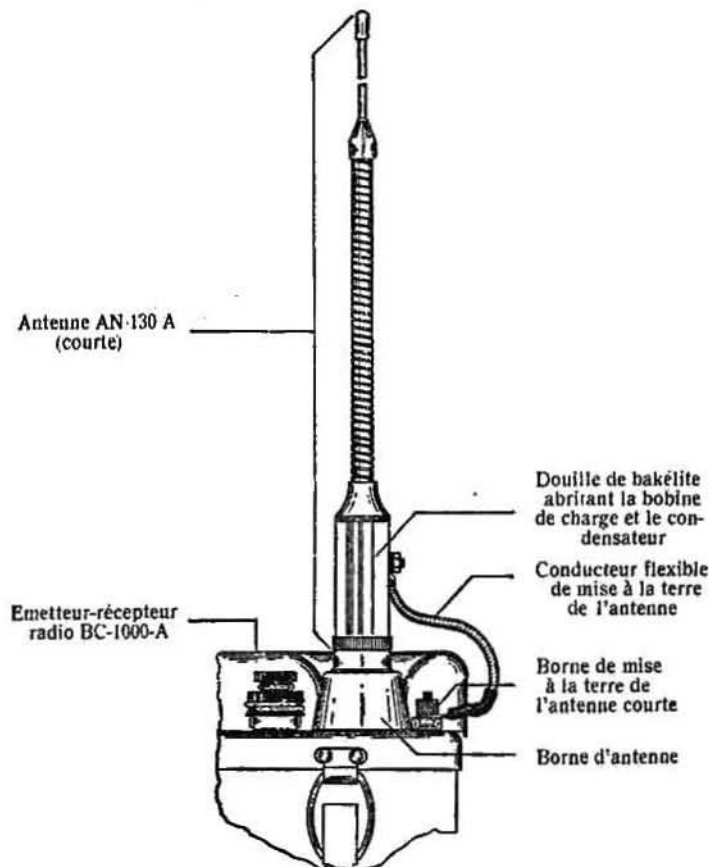

Fig. 6. — Antenne AN-130-A. — Détails d'installation.
Une douille de bakélite à la base de l'antenne contient un circuit de charge qui accorde la courte antenne sur la fréquence de l'émetteur-récepteur « BC-1000-A ». Le conducteur flexible avec cosses de câble attachés à la douille de bakélite doit se connecter à la borne marquée *Ground for short antenna* (« Terre pour antenne courte ») du châssis de l'émetteur-récepteur « BC-1000-A » (voir fig. 6) pour fermer le circuit résonnant de l'antenne. Une douille filetée qui existe à la base de l'antenne permet d'attacher celle-ci à la borne-antenne du poste.
- a) Antenne « AN-130-A ». — Ajuster la section du dessus sur celle du dessous. Ensuite, visser l'antenne ainsi assemblée dans la borne d'antenne du poste (voir fig. 6). Environ cinq tours sont nécessaires pour visser l'antenne dans la borne; *ne pas forcer*. Connecter la cosse de câble du fil flexible de mise à la terre de l'antenne à la borne *Ground for short antenna* sur le panneau avant du poste. Cette connexion de terre est indispensable au bon fonctionnement du poste.